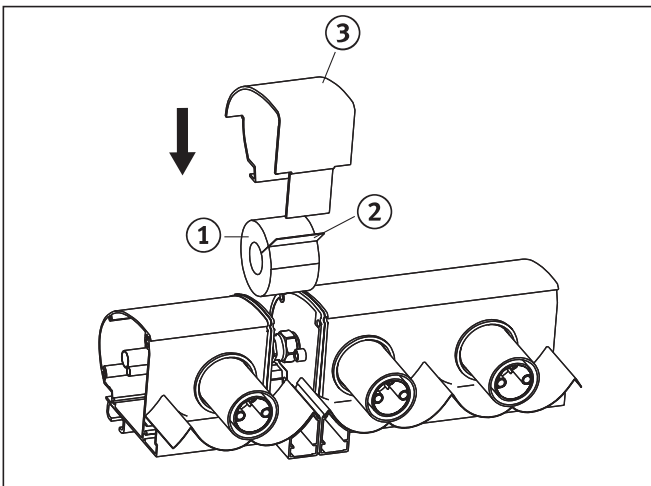

Abb. 8.1 Isolierung und Abdeckblech montieren
- Stülpen Sie die EPDM-Isolierung (Abb. 8.1, Pos. 1) von unten nach oben über die Verschraubungen und verschließen Sie diese mit der Klebelasche (Pos. 2).